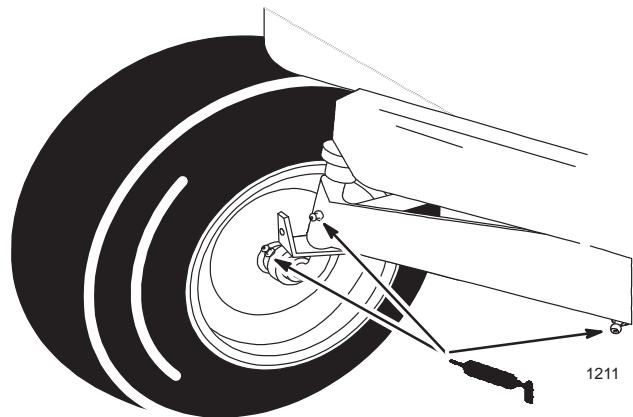

Figure 25
1. Graisser les roues avant et leurs pivots de fusée jusqu'à ce que la graisse commence à suinter hors des roulements (Fig. 25).
2. Graisser le pivot de l'essieu avant (Fig. 25).